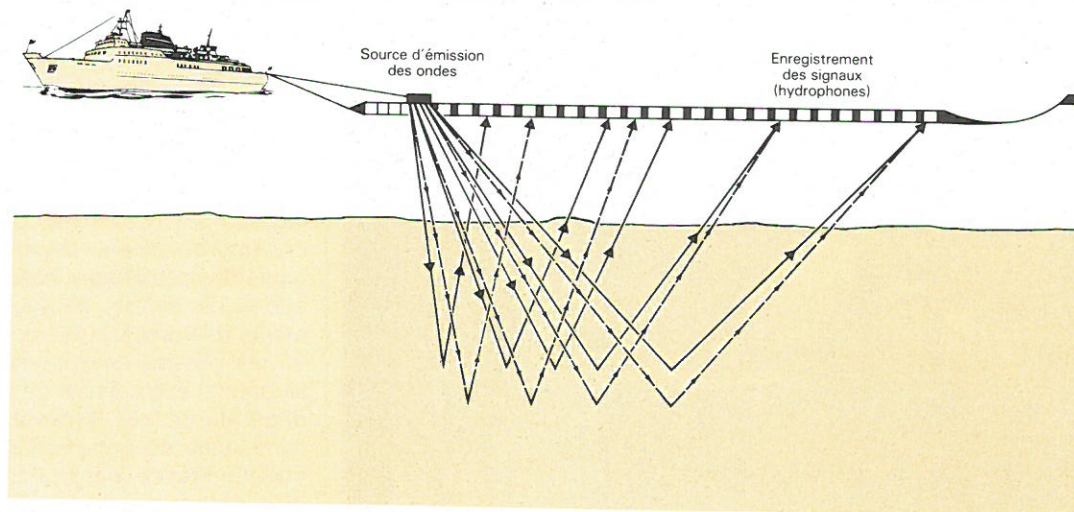

Fig. 16. — Principe de la sismique marine.
- En mer, le principe est similaire (fig. 16), on fait exploser des charges dans l'eau et les ondes réfléchies sont recueillies par des groupes d'hydrophones. L'ensemble est remorqué par un navire.